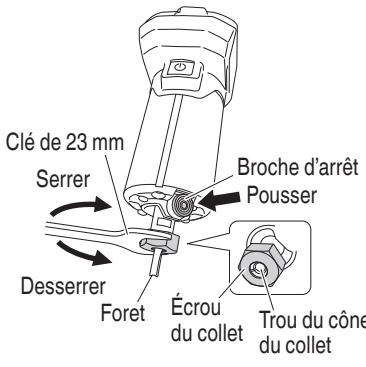

Fig. 9
- (1) Retirer l'ensemble de la base du corps.
- (2) Insérer à fond le foret dans le trou du cône du collet. (La distance est de 15 mm ou plus du côté de l'écrou du collet.)
- (3) Avec le foret inséré et en appuyant sur la goupille de sécurité qui maintient l'arbre, utiliser la clé de 23 mm pour serrer fermement l'écrou du collet dans le sens horaire (vue depuis le dessous de l'outil). (Fig. 9)